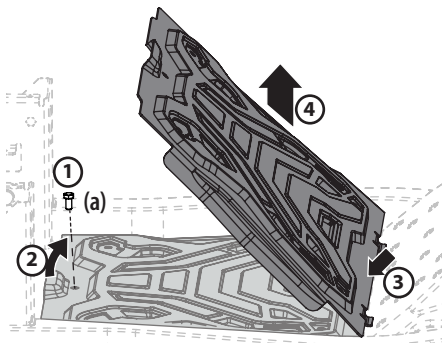

Figure 34
- À l'aide de l'outil multiple (le cas échéant) ou d'une douille de 1,25 cm (1/2 po), retirez la vis à tête hexagonale (a) qui maintient le panneau de plancher en place. Consultez la partie 1 de la Figure 34.
- Soulevez délicatement l'arrière du panneau de plancher. Consultez la partie 2 de la Figure 34.
- Faites glisser le panneau de plancher vers l'arrière pour libérer l'avant du panneau de plancher. Consultez la partie 3 de la Figure 34.
- Soulevez-le et retirez-le du tracteur. Consultez la partie 4 de la Figure 34.